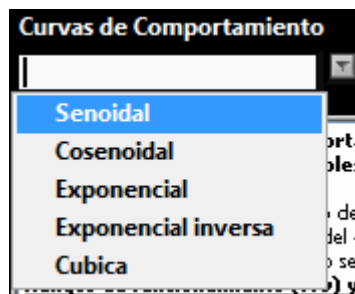

Figura 13.- Curvas de comportamiento
**Onda Senoidal.-** Dentro de la lista desplegable del tipo de curva de comportamiento, seleccione onda Senoidal. Ver figura 13.